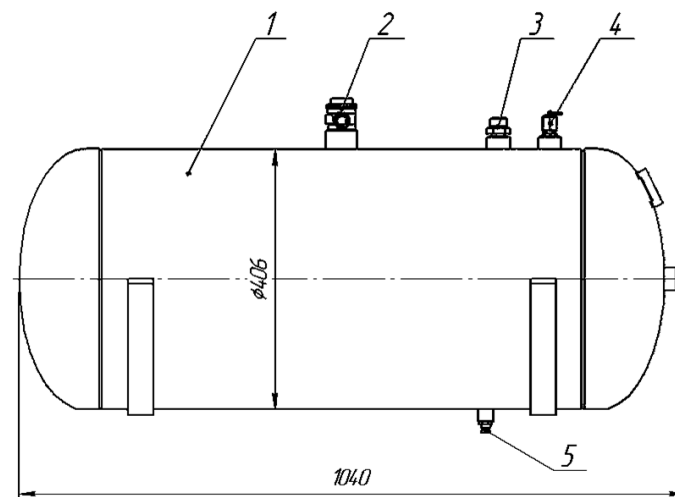

Рисунок 8. Ресивер.
**Шатуны** (рисунок 8, 9) стальные штампованные. Нижние головки шатунов разъёмные с вкладышами 8 от двигателя автомобиля ГАЗ-52 (деталь ВК-52-1000104), стягиваются шатунными болтами 7 (деталь ВК-53-1004060).
**Поршень 1** цилиндра низкого давления (рисунок 8) диаметром 108 мм из алюминиевого сплава, от двигателя ЗИЛ-375 (деталь 375-1004015-Аз).
**Ресиверы** (рисунок 8 и 9) представляют собой стальные сварные сосуды с выпуклыми эллиптическими днищами. Между собой ресиверы соединены рукавом с условным проходом Ду15.